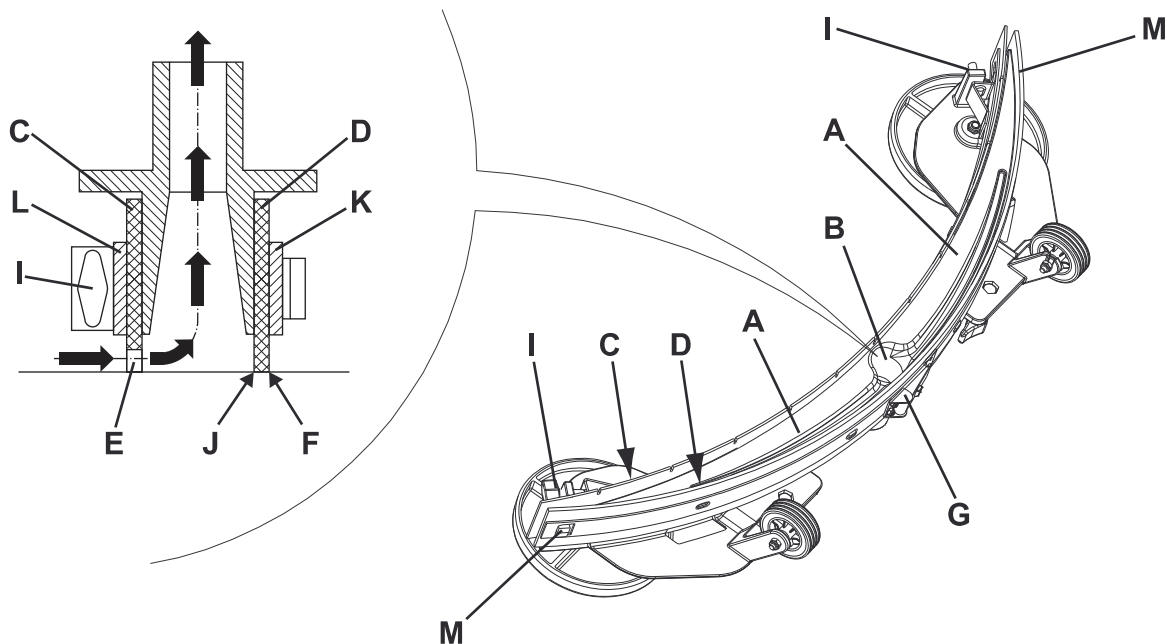

Abbildung 5
2. Zündschlüssel (80) in Stellung 0 drehen.
3. Sauglippe (25) mit dem Hebel (10) absenken.
4. Sterngriffe (26) lösen und Sauglippe (25) abnehmen.
5. Ansaugrohr (15) von der Sauglippe abnehmen.
6. Die Sauglippe (Abb. 5) waschen und reinigen. Insbesondere die Hohlräume (A, Abb. 5) und die Bohrung (B) reinigen. Überprüfen, ob der vordere (C) und der hintere Gummi (D) unversehrt sind und keine Schnitte oder Risse aufweisen, gegebenenfalls austauschen (siehe nachstehender Absatz).
1. Die Sauglippe (Abb. 5) reinigen, und dabei wie angegeben im vorhergehenden Abschnitt vorgehen.
2. Überprüfen, ob die Fugenkanten (E) des vorderen (C) und die Fugenkanten (F) des hinteren Gummi (D) gleichzeitig in ihrer gesamten Länge auf dem Fußboden aufsitzen. Andernfalls wie folgt ihre Höhe einstellen:
- Zugstange (G) entfernen, Haltevorrichtungen (M) lösen und hinteren Gummi (D) einstellen. Haltevorrichtungen einrasten und Zugstange einbauen.
- Sterngriffe (I) lösen und vorderen Gummi (C) einstellen. Sterngriffe wieder festdrehen.
3. Überprüfen, ob der vordere (C) und der hintere Gummi (D) unversehrt sind und keine Schnitten oder Risse aufweisen, gegebenenfalls wie folgt austauschen. Überprüfen, ob die Vorderkante (J) des hinteren Gummi verschlissen ist. Gegebenenfalls Gummi umdrehen und eine der drei unversehrten Kanten als Vorderkante verwenden. Sind auch die anderen drei Kanten abgenutzt, Gummi wie folgt austauschen:
- Zugstange (G) entfernen, Haltevorrichtungen (M) lösen, Haltestreifen (K) abnehmen und hinteren Gummi (D) umdrehen/ austauschen. Gummi in umgekehrter Reihenfolge einbauen.
- Sterngriffe (I) aufdrehen, Haltestreifen (L) abnehmen und vorderen Gummi (C) austauschen. Gummi in umgekehrter Reihenfolge einbauen.